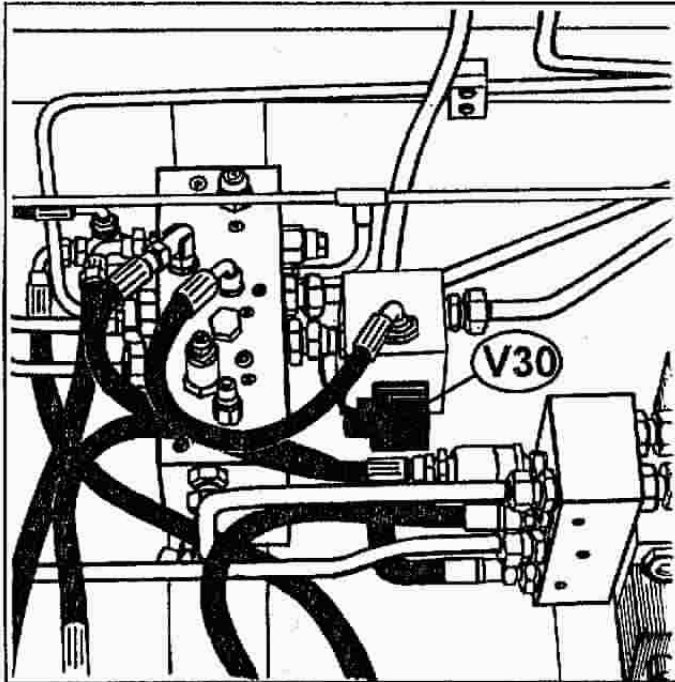

Fig. 14-8
**14.6 DOPPELANTRIEBSBLOCK. (Sonderausstattung).** (Siehe Abb. 14-8).